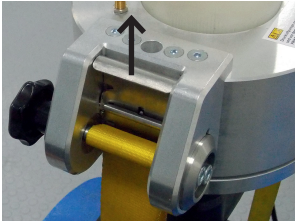

Abb. 14
- Luftdruck durch Öffnen des Ventils (9) ablassen und Gerät in Ursprungszustand zusammendrücken. Die Entriegelung des Spanngurtes (6) erfolgt durch Ziehen an der Griffmulde (3) (siehe Abb. 14).